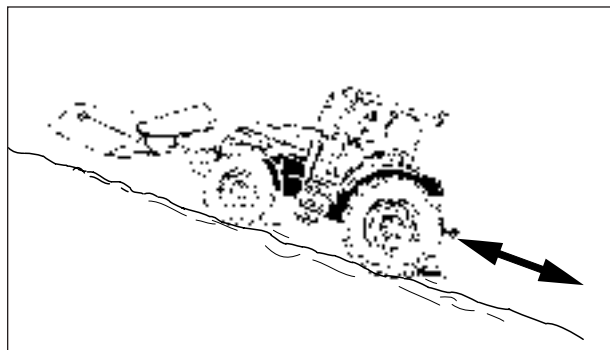

Fig. 26b
- Un tractor con una carga frontal (ej. cargador, cucharón, etc) y que no tenga una tracción trasera deberá moverse hacia atrás cuando se desciende y avanzar hacia adelante al subir. Mantenga siempre el cucharón del cargador lo más bajo posible. (Fig. 26b)